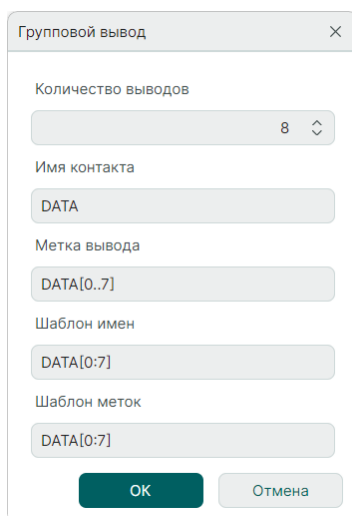

Рис. 260 Окно «Групповой вывод»
2. Настройте параметры размещаемого группового вывода, см. Рис. 260.